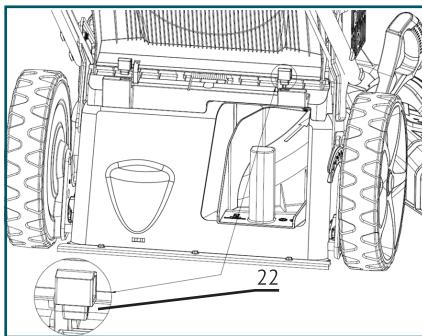

Рис.9
Заднюю крышку можно зафиксировать в приподнятом положении при помощи заглушки (22), как показано на Рис.9.